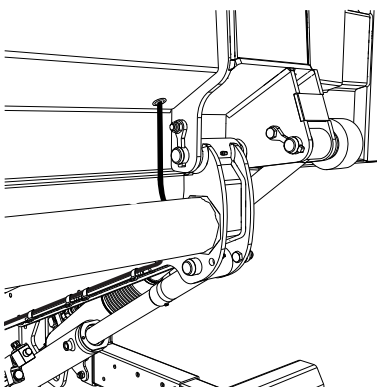
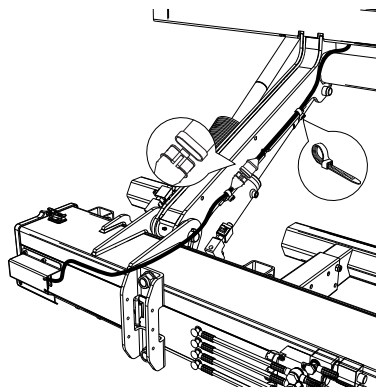
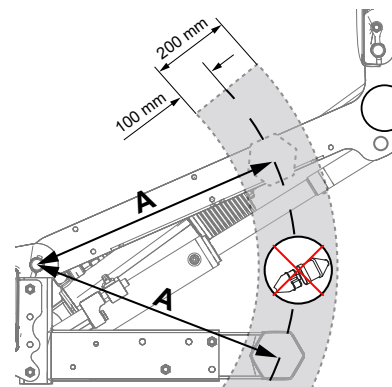

Bild 71. Montering av kablage
Bild 72. Montering av kablage
Bild 73. Placering av snabbkontakt
2. Dra kabeln och montera med buntband enligt Bild 71 och Bild 72. Snabbkontakten måste placeras på så vis att den inte kommer i konflikt med underkörningsskyddet under lyftarmens rörelse. Mät avståndet (A) från centrum av lyftarmens axel till centrum på underkörningsskyddet, se Bild 73.
3. Mät ut samma avstånd (A) på lyftarmen, se Bild 73.
4. Placera sedan snabbkontakten minst 100 mm utanför eller innanför det erhållna måttet (A), se Bild 73. Anslutning sker senare i avsnitt 6.